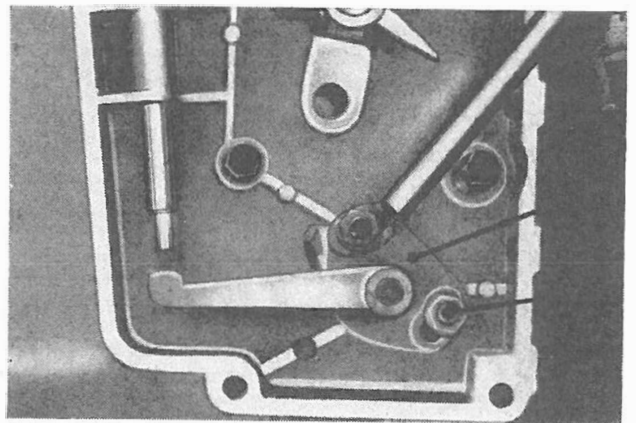

Fig. 90
- Allentare i dadi E e ruotare completamente il supporto eccentrico D in senso antiorario nelle asole (Fig. 90).
1. Loosen nuts E and fully rotate eccentric support D counterclockwise in holes (Fig. 90).
- Desserrer les écrous E et tourner complètement le support excentrique D dans les boutonnières, en sens inverse d'horloge (fig.90).